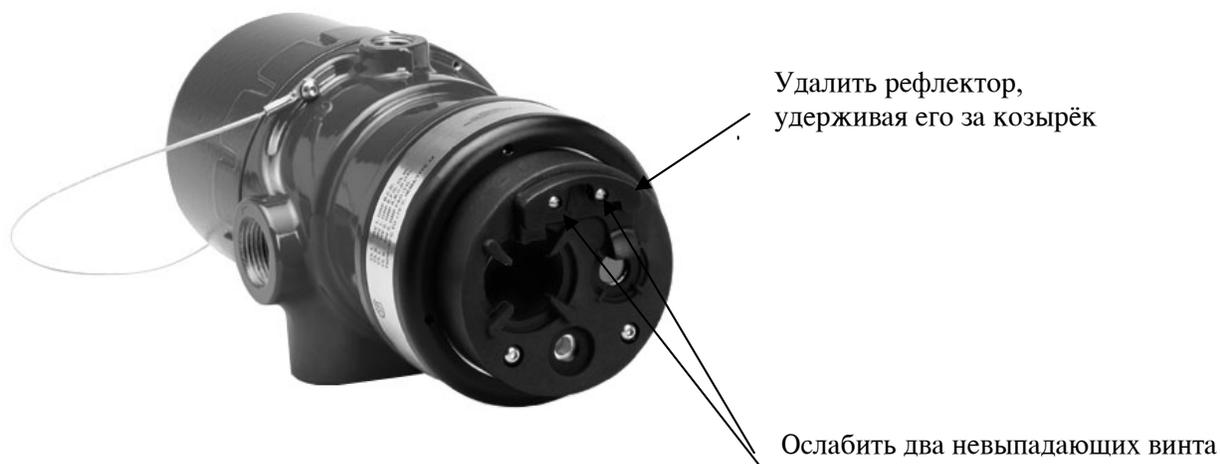

Рисунок 17 — Снятие рефлектора **ОН**.
2. Отпустить два невыпадающих винта, затем, удерживая рефлектор за козырёк, снять его с извещателя (см. рис. 17)